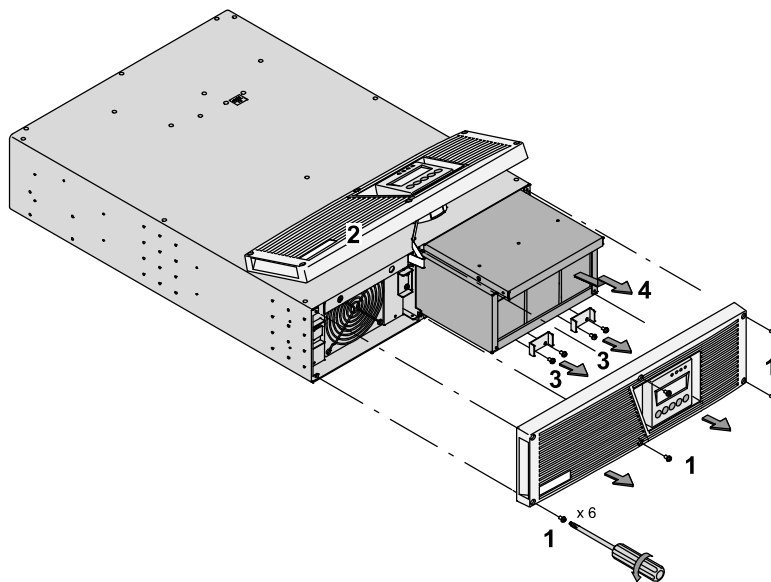

Рисунок 5. Извлечение блока батареи
2. Рекомендуется. Извлеките блок батареи ИБП (см. Рисунок 5):